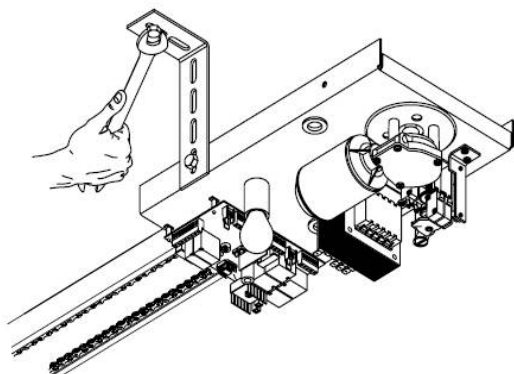

рис.12
- Закрепите два кронштейна на потолке как указано на рис.12. Проверьте еще раз горизонтальность установки и зафиксируйте кронштейны на плате основании моторредуктора.